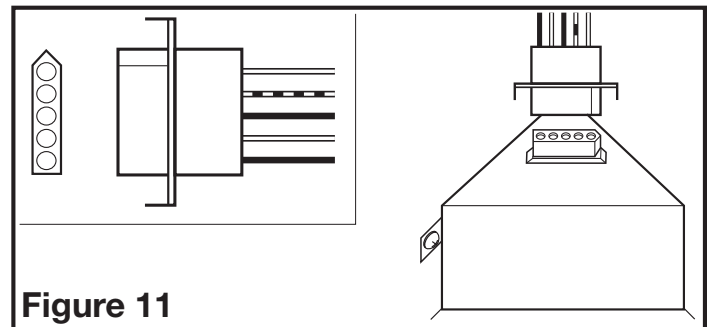

Figure 11
- 3a. **MODÈLES AKLS :** Brancher le cordon à raccordement rapide dans le réceptacle. Ce cordon ne s'ajuste que d'une seule façon dans le réceptacle (**Figure 11**).